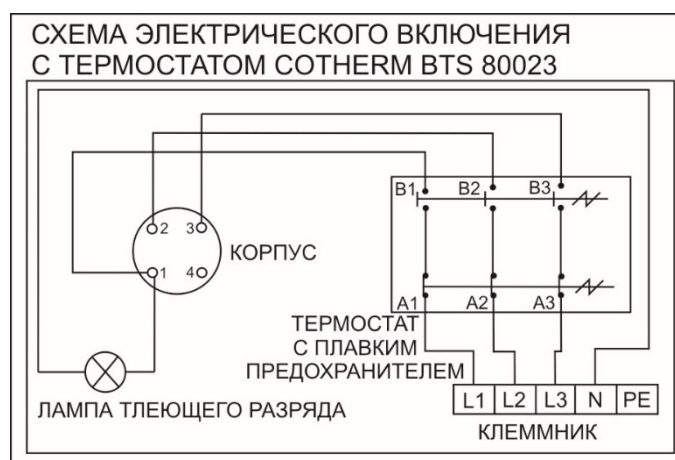

Рисунок 6
- Схема эл. подключения прилагается к водонагревателю на крышке электропроводки (Рисунок 6)